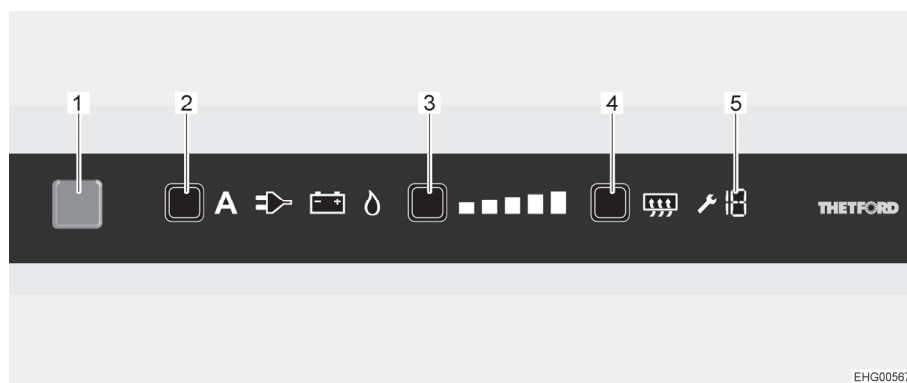

Fig. 185 Touchscreen LCD
- Premere il tasto On/Off (Fig. 185,1) per 1 secondo. Il tasto si illumina di blu. Viene visualizzata l'ultima impostazione selezionata.
- Premere il tasto di selezione energia (Fig. 185,2) più volte, fino a che risulta selezionata la fonte energetica desiderata.
- Premere il tasto del livello di refrigerazione (Fig. 185,3) più volte, fino a che risulta selezionato il livello di refrigerazione desiderato. Il livello di refrigerazione attuale viene indicato dalle barre luminose.
- Premere il tasto On/Off (Fig. 185,1) per ca. 2 secondi. Tutte le spie si spengono. Il frigorifero è spento.